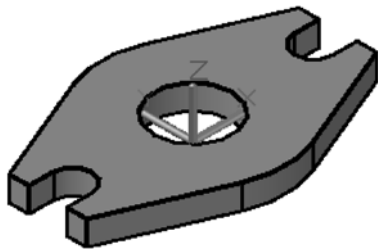

图 10-6 概念视觉效果
7) 指定视觉样式。从功能区的“视图”选项卡的“视图样式”下拉列表框中选择“概念”选项，或者在“视图”菜单中选择“视觉样式”→“概念”命令，则模型的视觉效果如图 10-6 所示。